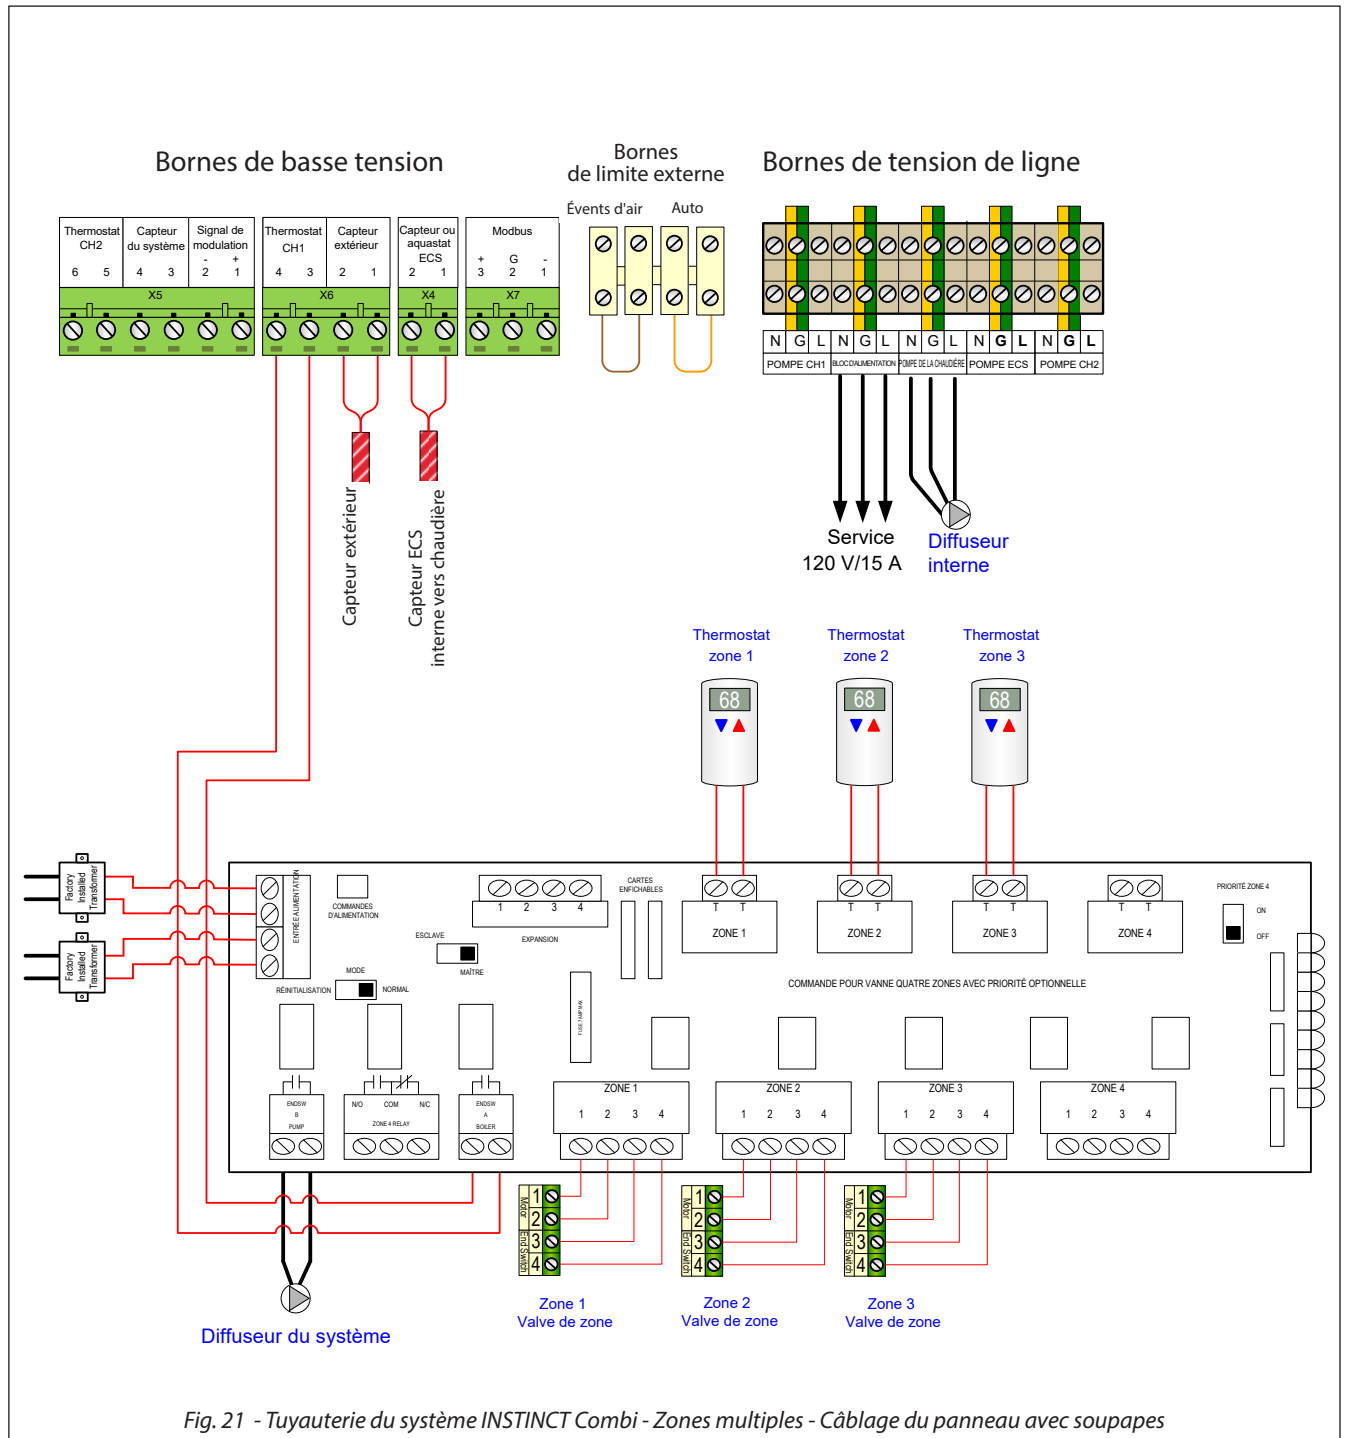

Fig. 21 - Tuyauterie du système INSTINCT Combi - Zones multiples - Câblage du panneau avec soupapes
1. Les raccordements du diffuseur utilisés dépendront de la disposition de la tuyauterie des systèmes. Consultez la Fig. 20 jusqu'à la Fig. 21 pour connaître les applications de tuyauterie courantes du système et le câblage de diffuseur associé. Consultez le Supplément relatif à la commande CTRLMax INSTINCT pour plus d'options.